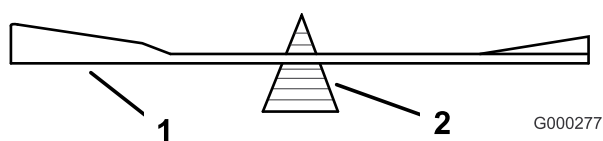

Figura 43
2. Verifique el equilibrio de la cuchilla colocándola sobre un equilibrador de cuchillas (Figura 43). Si la cuchilla se mantiene horizontal, está equilibrada y puede utilizarse. Si la cuchilla no está equilibrada, rebaje algo el metal en la parte de la vela solamente
(Figura 43). Repita este procedimiento hasta que la cuchilla esté equilibrada.